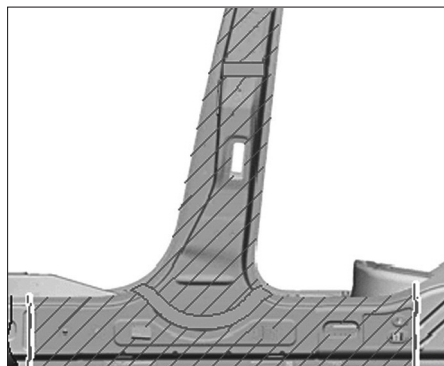

FIG. 86
- Placer les pièces en mousse permettant d'insonoriser le bruit dans l'habitacle (Fig.86).